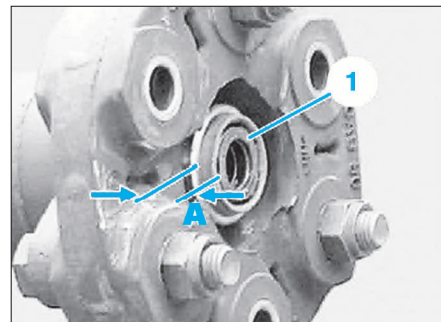

FIG. 7
- Respecter le dépassement A = 4 (+2) mm de la douille de centrage (1) (Fig.7).